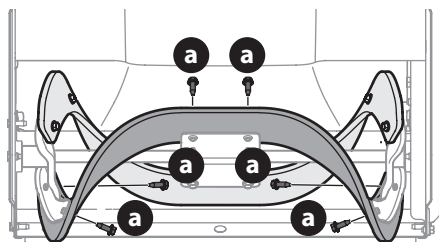

Figure 31
- Pour retirer les palettes, dévissez les boulons (a) qui les retiennent à la tarière (Figure 31).